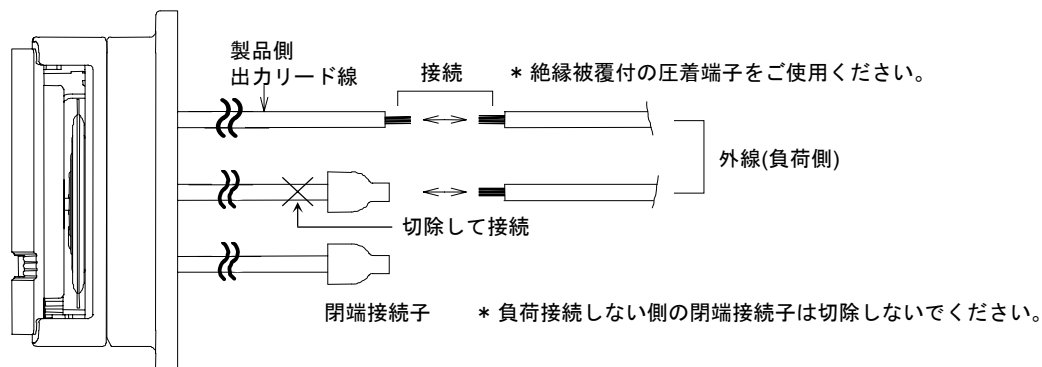

図21 形TY6000、形HY6000Zの外線接続
- (3) 本体ユニットの出力リード線と外線(負荷側)を接続します。(図21参照)
- (1) サーモプレートに付属されている取付プレートを、壁内の取付ボックスカバー(JIS C8340:1999スイッチボックス用取付寸法83.5mm)に取り付けます。
- (2) 取付プレートにサーモプレートを取り付けます。
- (3) サーモプレートにサーモプレート取付キット本体を取り付けます。
- (4) 本体ユニットの出力リード線と外線(負荷側)を接続します。(図21参照)